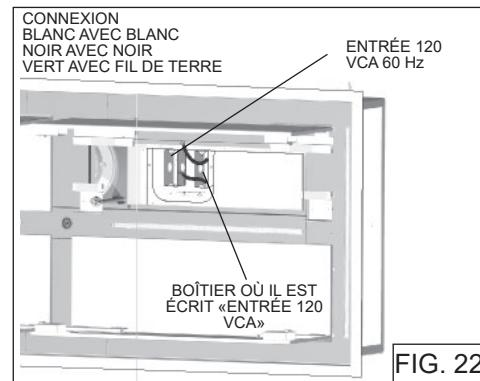

FIG. 22
4. Dans le boîtier électrique où il est écrit «ENTRÉE 120 VCA», enlevez les deux (2) vis qui retiennent le couvercle à la boîte métallique de câblage. Fig. 22.